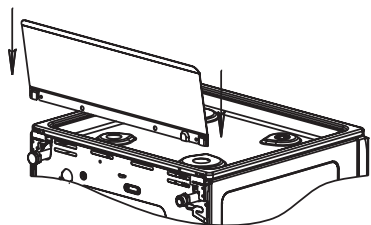

рис. 1
■ Модели плит, не имеющие крышку стола, комплектуются щитком, который крепляется перед установкой плиты (рис.1).